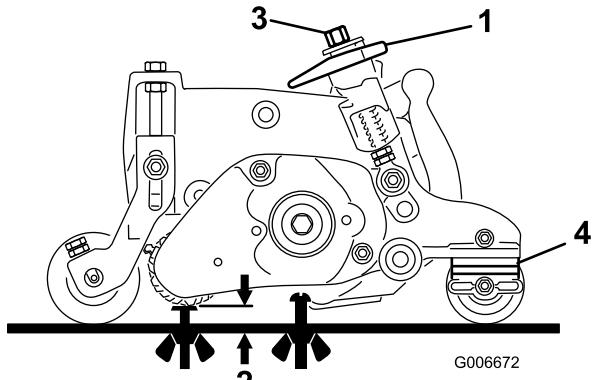

Figure 46
- Vérifiez que le groomer est réglé à la hauteur de brossage (HDG) voulue (Figure 46).